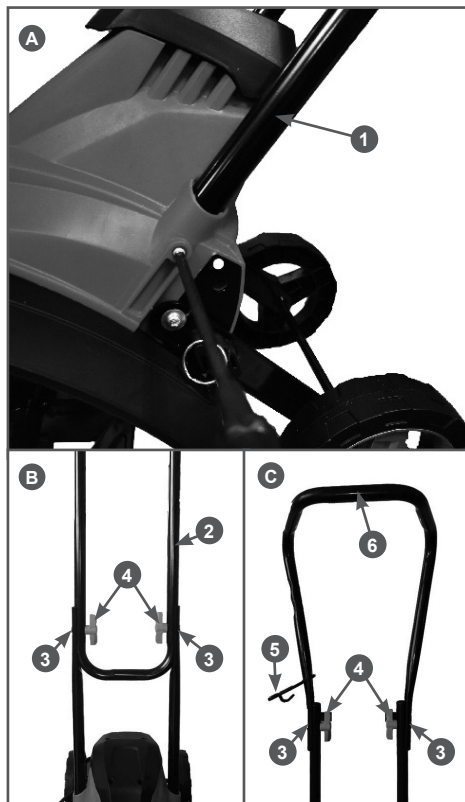

Рис. 4 Установка рабочей рукоятки
3. Установите рабочую рукоятку (см. Рис. 4). Для этого закрепите стойки рабочей рукоятки самонарезающими винтами. Установите нижнюю часть рабочей рукоятки при помощи барашковых гаек и винтов. Наденьте держатель кабеля удлинителя на верхнюю часть рабочей рукоятки и закрепите верхнюю часть при помощи барашковых гаек и винтов.